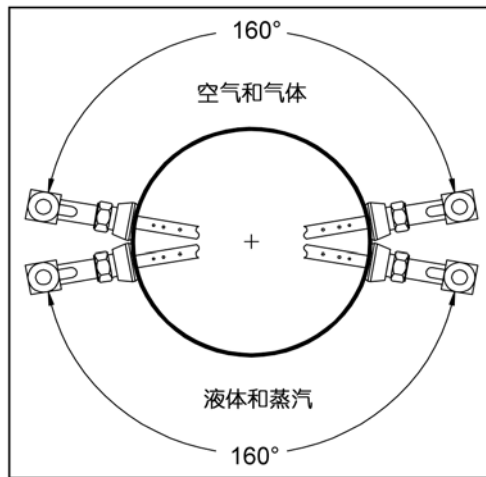

图 1：水平管道中的艾伯特®安装方向
在空气或气体应用中，安装艾伯特®时必须将仪表接头固定在管道上部 160° 的范围之内。在液体和蒸汽应用中，安装艾伯特®时必须将仪表接头固定在管道下部 160° 的范围之内（参见图 1）。
- 参见图 1，了解水平应用中艾伯特®的正确安装方向（安装方向在垂直应用中并不是关键因素）。